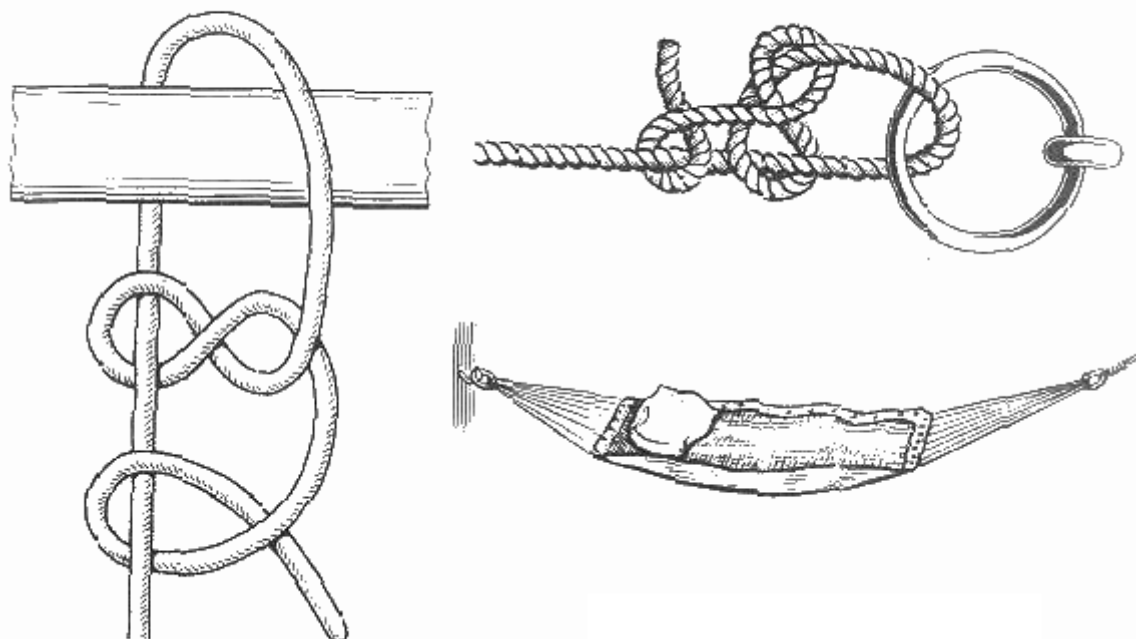

Рис. 11. Коечный штык
**Коечный штык** (рис. 11). На протяжении многих столетий постелью для матросов на кораблях служила парусиновая подвесная койка в виде гамака с тонким матрацем из крошеной пробки. В плане она имеет вид прямоугольника, у малых сторон которого сделано по восемь люверсов для так называемых шкентросов. Эти шкентросы соединяются в кольцах, которые в свою очередь подвешиваются за коечные штерты к особым рымам в бимсах или к прутьям, сделанным в кубрике корабля для подвешивания на ночь коек. Днем койки в скатанном виде вместе с подушкой, одеялом и простыней хранились в так называемых коечных сетках вдоль борта на палубе и служили надежным брусом от ядер и шрапнели во время боя. Вечером, перед отбоем по команде "Койки вниз!" их несли под палубу и подвешивали. Завязывание узла для подвешивания койки - дело серьезное. Здесь нужно применить такой узел, который бы не затягивался, легко развязывался и надежно держал. Самое главное, чтобы он не развязался сам под действием непрерывной качки корабля. Матросы пользовались для подвешивания своих коек различными узлами, но наиболее надежным считался коечный штык.